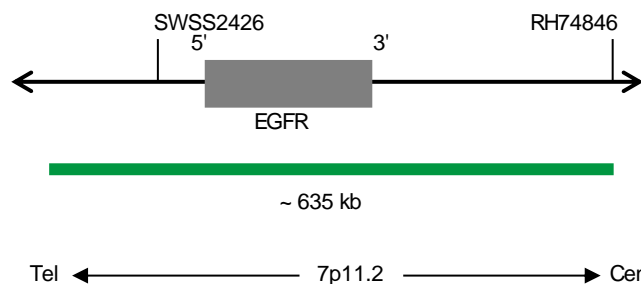

Fig. 1 : Carte de la sonde SPEC EGFR (pas à l'échelle)
- Polynucléotides marqués au ZyGreen (excitation 503 nm/émission 528 nm) (~10 ng/μl), qui ciblent une séquence de 7p11.2* (chr7:54,912,555-55,548,375) hébergeant la région génétique EGFR (voir figure 1).